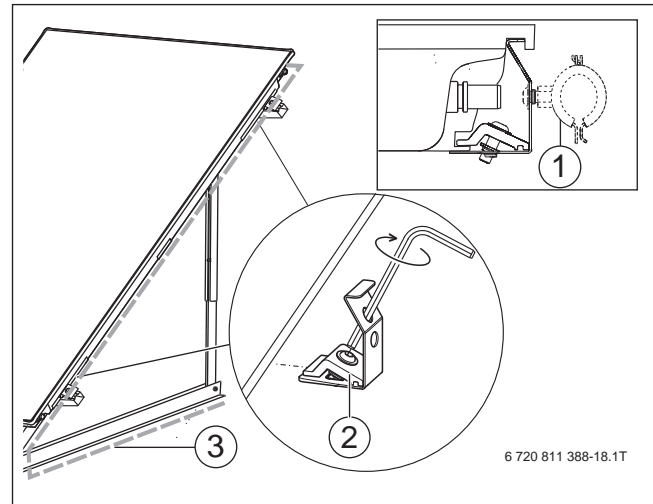

Bild 208 Leitungsführung Kollektorvorlauf
- ▶ Vorlaufleitung parallel zum Kollektor führen (→ Bild 208).